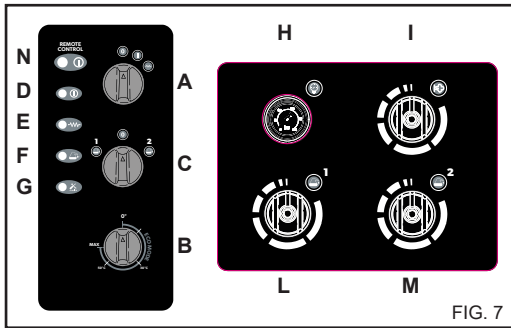

FIG. 7
2) Accione la hidrolimpiadora, seleccione con el selector C) fig. 7 el tipo de producto que se debe utilizar ("1" ó "2"), abra el grifo del detergente deseado ref. L) para el producto n°"1" o ref. M) para el producto "2" (fig. 7) girando el grifo hacia la izquierda. Cubra la superficie a lavar, actuando desde abajo hacia arriba. Deje actuar durante algunos minutos.
3) Coloque el selector del producto detergente C) fig. 7 en la pos. "0". Cierre los grifos de regulación, girando los grifos hacia la derecha.